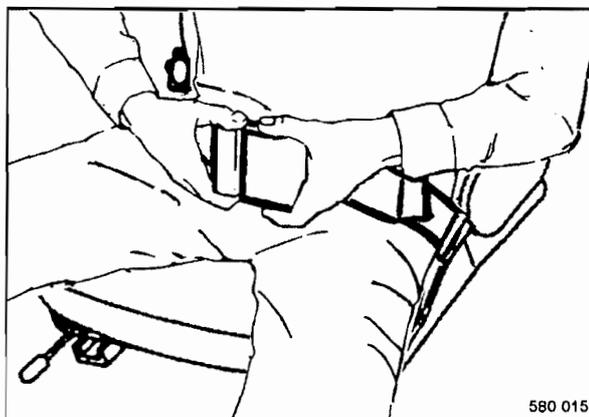

Fig. 25
- Poner el cinturón de seguridad (Fig. 25).